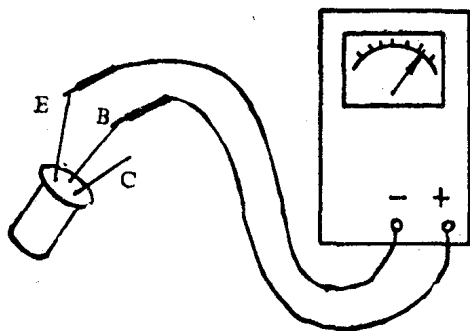

图 12
①测发射结和集电结的正、反向电阻(以 PNP 型管为例)。用万用表 $R \times 100 \Omega$ 或 $R \times 1k \Omega$ 档测量,红表笔接基极,黑表笔接发射极,所测得的电阻值为发射结正向电阻,如图 12 所示。